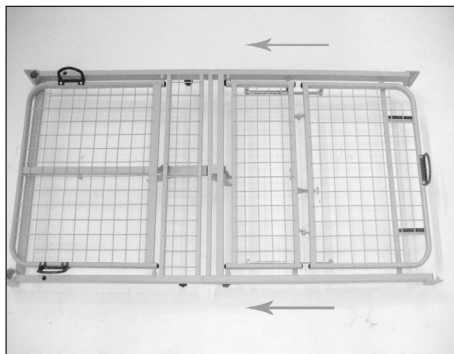

Fig.12
2. Unire a questo punto le due parti di rete allineandole e bloccandole con le 4 manopole (Fig.12)